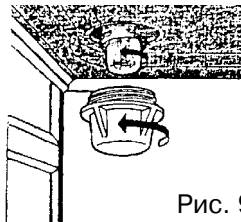

Рис. 9
7.4.2 Для замены лампы устройства освещения, отключить плиту от сети и снять стеклянный плафон, повернув его против хода часовой стрелки (рис. 9). После замены лампы установить стеклянный плафон.